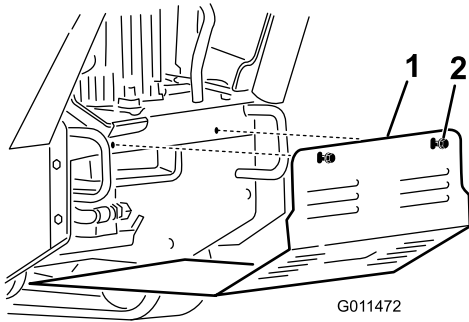

Figure 22
3. Desserrez l'un après l'autre les 2 boulons qui fixent le panneau de protection inférieur jusqu'à ce qu'il se détache (Figure 22).
5. Pour installer le panneau de protection avant d'utiliser la machine, glissez-le dans la machine, en appui sur les 4 pattes, et fixez-le en place avec les 2 boulons retirés précédemment (Figure 22).